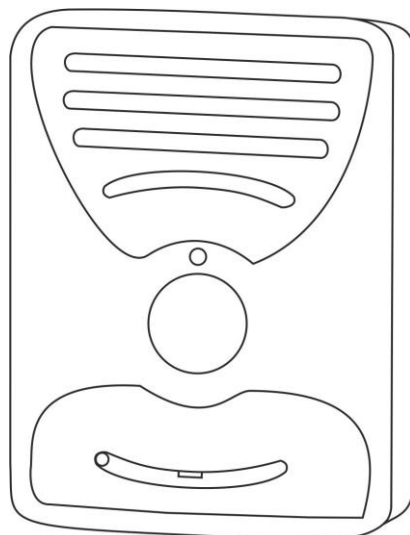

Рисунок 5.12. Абонентское устройство громкой связи GC-2001P4
3. Абонентское устройство громкой связи GC-2001P4 (рис.5.12).